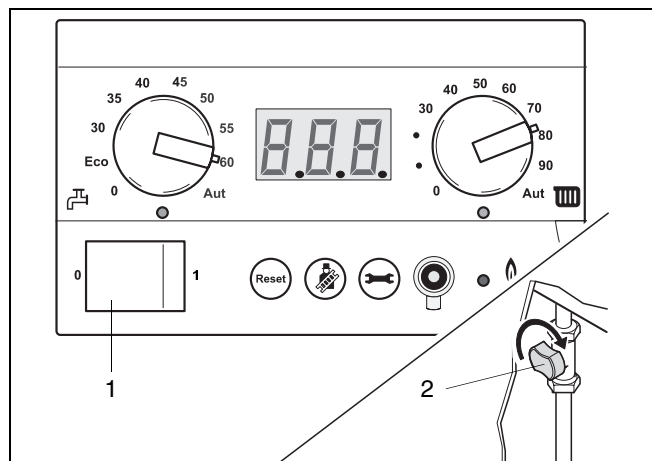

Fig. 8 BC 10 - rubinetto del gas
- Portare l'interruttore dell'alimentazione elettrica (fig. 8, pos. 1) in posizione "0".
- Chiudere il rubinetto d'intercettazione del gas girandolo in modo che si trovi disposto perpendicolarmente rispetto al tubo del gas (fig. 8, pos. 2).
- Portare l'interruttore dell'alimentazione elettrica (fig. 8, pos. 1) in posizione "I" e lasciare aperto il rubinetto del gas.